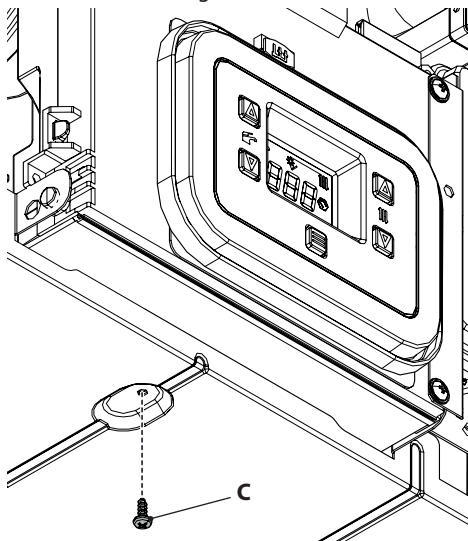

Figura 5.21
- Svitare la vite **C** (Figura 5.21).